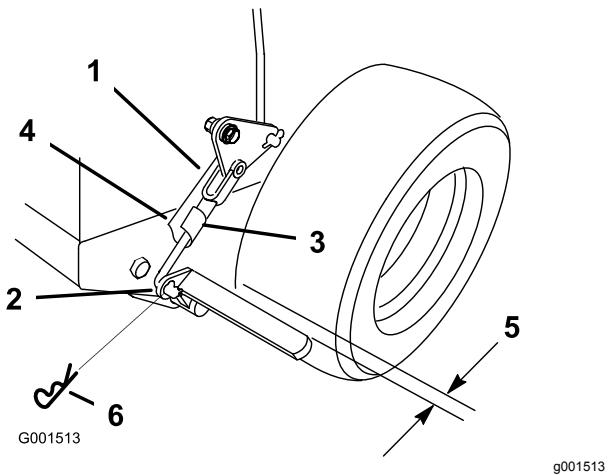

Figura 44
3. Rimuovete la coppia della molla dal tirante inferiore del freno (Figura 44).
4. Ruotate la forcella del tirante inferiore del freno in senso orario per serrare il freno di stazionamento; ruotate la forcella del tirante inferiore del freno in senso antiorario per allentare il freno di stazionamento (Figura 44).
Nota: Quando il freno di stazionamento non è inserito, dovrebbe esserci uno spazio di circa 6 mm tra lo pneumatico e la barra piatta (Figura 44).
5. Fissate il tirante inferiore alla leva inferiore del freno con la coppia e il perno con testa (Figura 44).